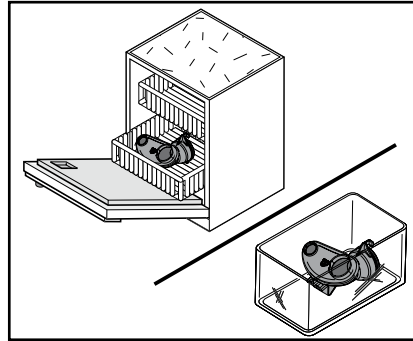

Bild 29
- e. Rengör mix-insatsen tillsammans med tätningsringen (bild 29):